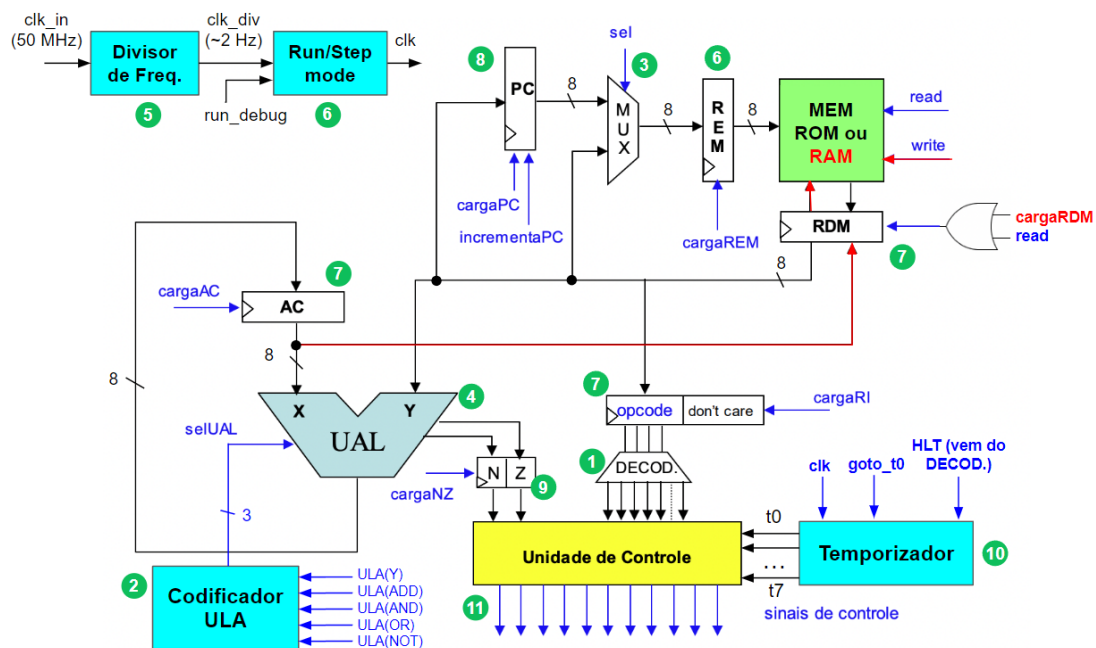

Fig. 1 - Organização do Neander, com sinais de controle indicados em azul. Símbolos em vermelho são opcionais e fazem parte do desafio (ponto extra no projeto).
O processador hipotético Neander é uma versão bastante simplificada, porém com diversas funcionalidades presentes em processadores atuais. Portanto, ele é uma ótima alternativa para ensino de Circuitos Digitais e de Arquitetura de Computadores. A Fig. 1 apresenta a organização do Neander, enquanto que a Tab. I apresenta sua arquitetura. Cada componente possui um número identificador que será utilizado no planejamento proposto a seguir. Note que os sinais de clock e reset foram omitidos para facilitar a visualização.
Recomenda-se que os componentes da ULA sejam desenvolvidos durante o semestre, de forma que haja tempo suficiente para sua integração e prototipação na placa FPGA até o prazo de entrega. A Tab. I a seguir apresentada um planejamento para implementação destes componentes (utilizando os identificadores da Fig. 1), organizados de acordo com a ordem dos conteúdos dados em aula:
A Fig. 2 apresenta as expressões booleanas de cada sinal de controle do Neander. Note que para saber o resultado de cada sinal é preciso saber qual instrução está presente no Registrador de Instrução (RI). Para isso, usamos o circuito de decodificação (DECOD.) apresentado na Fig. 1. Note também que precisamos saber em que etapa da execução da instrução estamos. Essa informação virá do circuito temporizador.